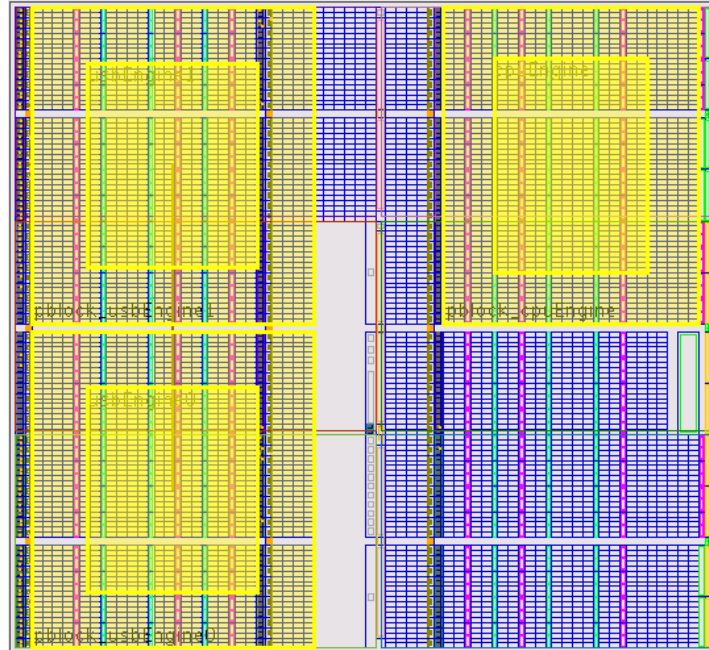

図 6 : usbEngine0、usbEngine1 および cpuEngine Pblocks の完了したフロアプラン
5. デバイスの左上の CLB が開始する部分をクリックします (図 6 を参照)。